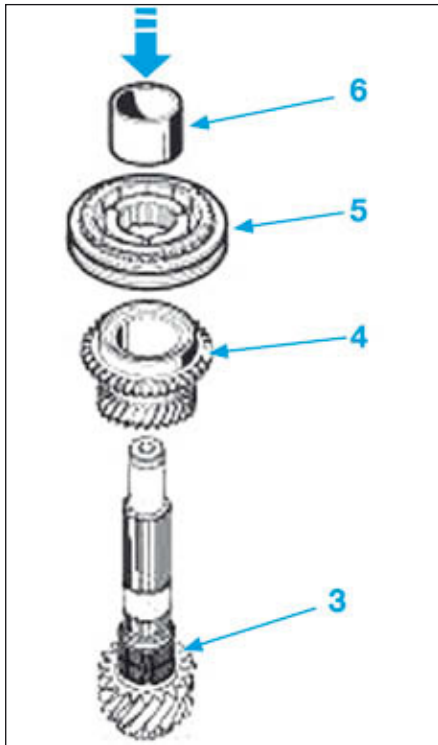

FIG.33
- Poser la cage à aiguilles (3) (Fig.33).
- Reposer le pignon fou de 6° (4) muni de sa synchronisation.
- Reposer le moyeu baladeur de 6°/5° (5) à l'aide d'un mandrin de diamètre approprié (indice "N") (2) approprié faisant du coffret [1] puis aligner les encoches du moyeu avec celles de l'anneau de synchronisation.
- Poser la bague sous pignon fou de cinquième (6) à l'aide d'un mandrin de diamètre approprié (indice "N") et appliquer une pression de 5 tonnes avec la presse d'atelier.